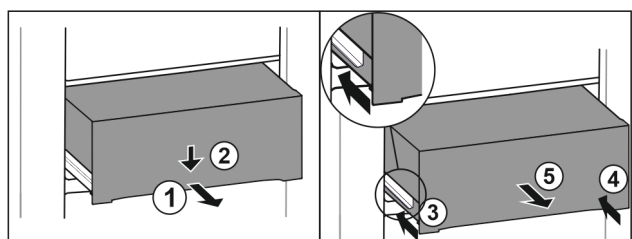

Fig. 158
- ▶ Витягніть ящик на половину. Fig. 158 (1)
- ▶ Спрямуйте висувний ящик вниз спереду. Fig. 158 (2)
- ▶ Вставте ліву рейку приблизно на 2 см. Fig. 158 (3)
- ▶ Вставте праву рейку приблизно на 2 см. Fig. 158 (4)
- ▶ Вийняти висувний ящик рухом вперед. Fig. 158 (5)